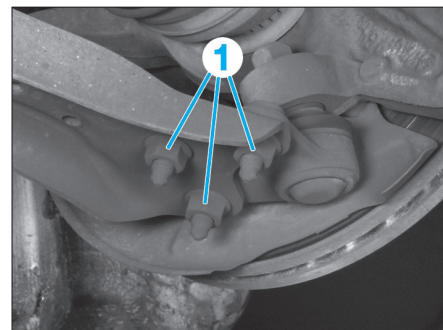

FIG. 28
- Ne dévisser systématiquement qu'un seul axe de blocage à la fois et le remplacer par une vis neuve (7) et (8).
- de chaque côté, les écrous (1) (Fig.28).